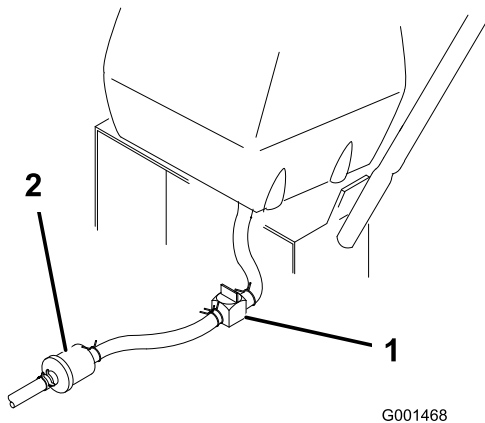

Bild 28
2. Schließen Sie den Kraftstoffhahn am Kraftstofftank (Bild 28).
3. Drücken Sie die Enden der Schlauchklemme zusammen und schieben Sie sie an der Kraftstoffleitung entlang, vom Kraftstofffilter weg (Bild 28).
4. Ziehen Sie die Kraftstoffleitung vom Kraftstofffilter (Bild 28). Öffnen Sie den Kraftstoffhahn und lassen Sie den Kraftstoff in einen Benzinkanister oder eine Auffangwanne ablaufen.
3. Schließen Sie den Kraftstoffhahn am Kraftstofftank (Bild 28).
7. Öffnen Sie den Kraftstoffhahn am Kraftstofftank (Bild 28).